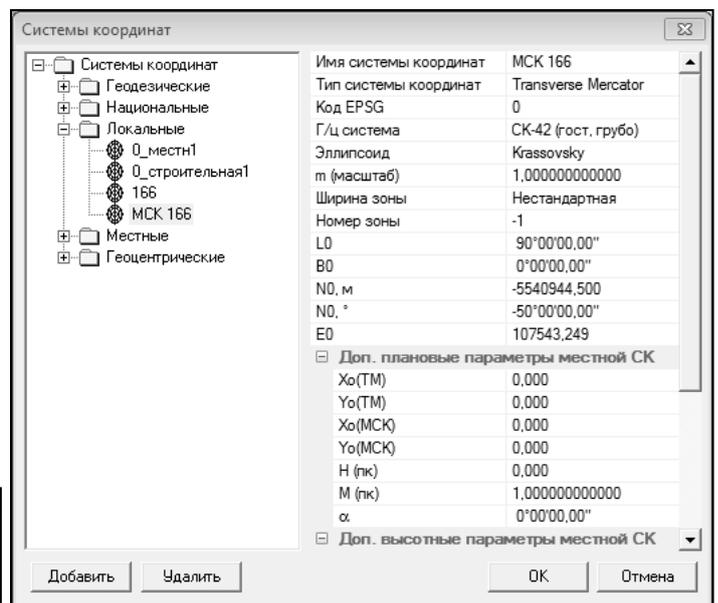

Рис.3.6.
3.5. Просмотрите полученные параметры (рис.3.6).